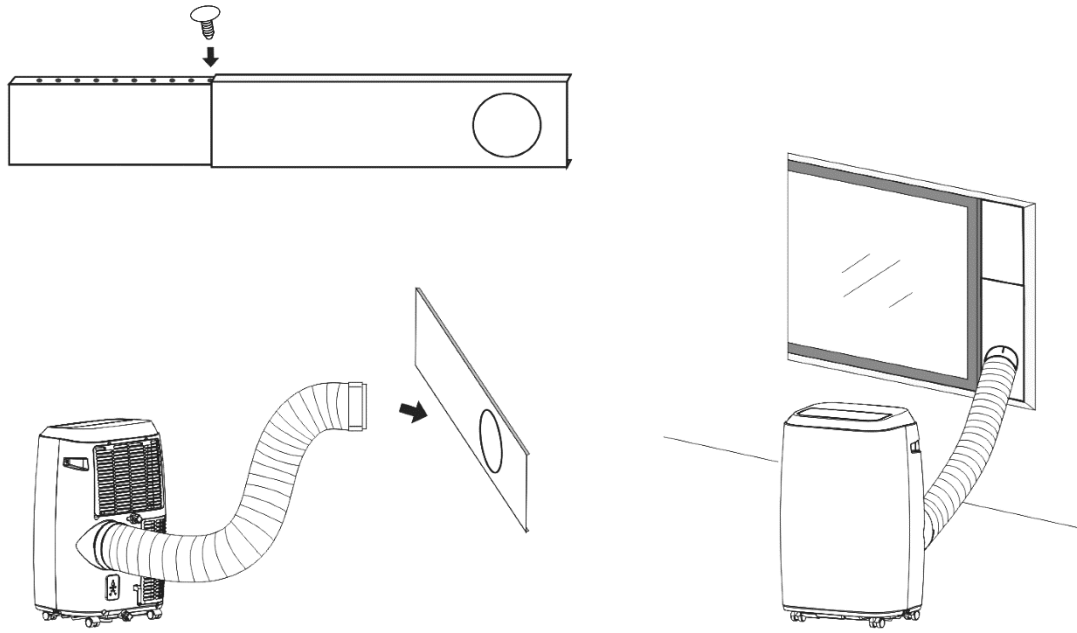

Abb. 8 Fensterblende montieren 1
- Die Fensterblende je nach Fenstertyp (siehe Abb. 8 und 9) montieren.